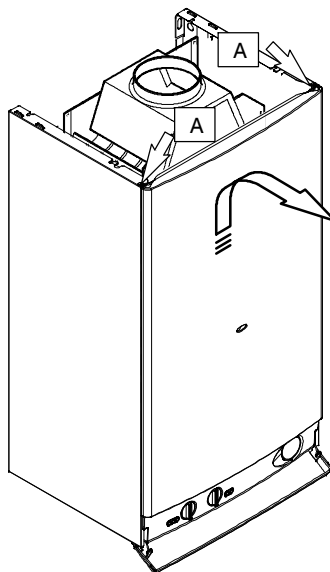

fig. 5.14
- 1 Aflojar los tornillos "A". Retirar el panel frontal desplazándolo hacia arriba de modo que se suelte de los ganchos de abajo fig. 5.14